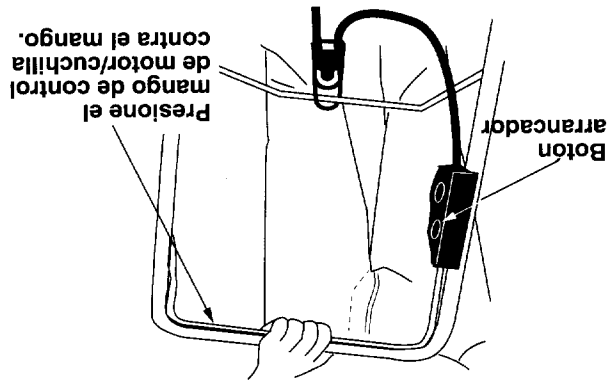

Figura 10
- Presione el mango de control de motor/cuchilla contra el mango. Suelte el botón arrancador. Vea la figura 10.